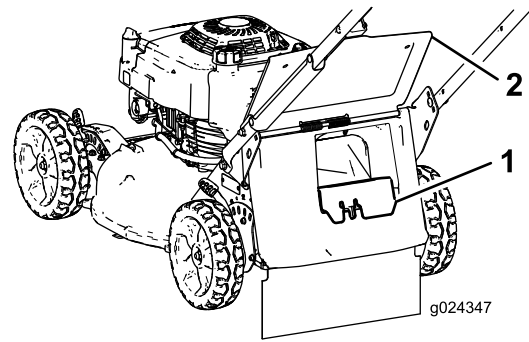

Figura 15
- Si el tapón de descarga trasera no está instalado, sujételo por el asa, eleve la puerta trasera e introdúzcalo en el conducto de descarga trasera hasta que el enganche encaje en su sitio (Figura 15).
3. Retire el tapón de descarga trasera presionando el enganche hacia dentro con el dedo pulgar y extrayendo el tapón de la máquina (Figura 15).